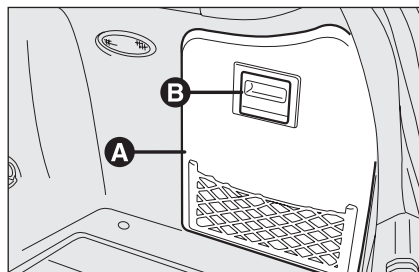

fig. 42
- ☐ abra la tapa lateral derecha (donde esté prevista) **A-fig. 42** interviniendo en la manilla **B**;